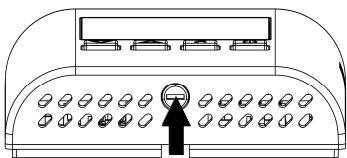

Abb. 4
- 2 Drücken Sie mit Hilfe eines Schraubendrehers die Verriegelung (linke Gehäuseseite) nach hinten (Abb. 4).